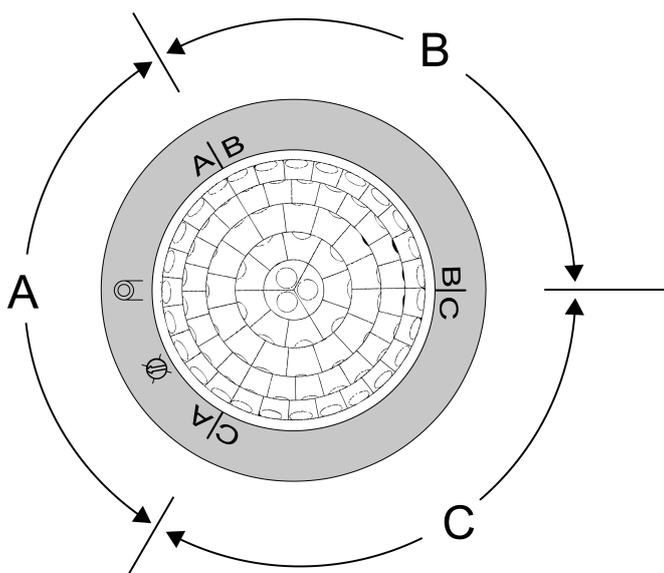

Figure 6: La disposition des zones A, B et C
- Orienter la boîte de raccordement (1) de telle sorte que les zones A, B et C correspondent aux caractéristiques du bâtiment. La disposition est visible sous l'anneau enjoliveur (voir figure 6).